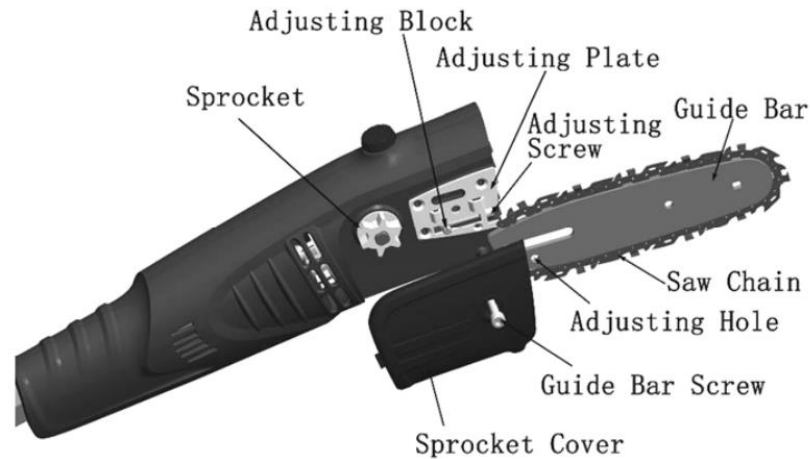

Figure 1
2. Tournez la vis de réglage dans le sens inverse des aiguilles d'une montre (voir Figure 1). Continuez à tourner la vis de réglage jusqu'à ce que le bloc de réglage soit à l'arrière de la plaque de réglage.
- Placez la chaîne autour du pignon d'entraînement, puis le long de la rainure supérieure de la barre de guidage et autour du nez de la barre de guidage. Remarque : Assurez-vous que les bords de coupe de la chaîne sont orientés dans la bonne direction. Placer la chaîne de façon à ce que les arêtes de coupe sur le dessus du nez de la barre de guidage de la barre de guidage (voir la figure 1).